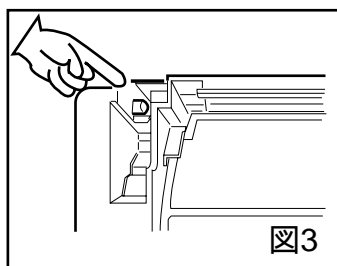
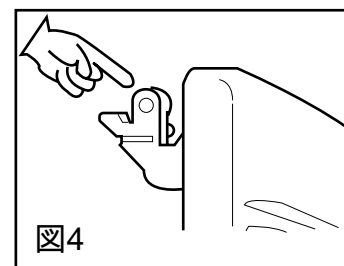

図3
図4
1. 取り外しの逆の手順で取り付けます。前面パネルを水平にし、本体左側のヒンジ取付部の突起（図3）をパネルの左側のヒンジ部分の穴（図4）にはまるように取り付けます。